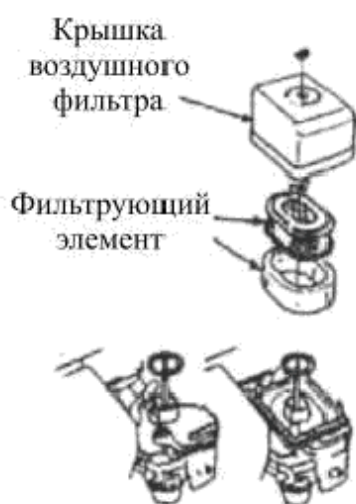

Рис.8
1. Двухэлементный тип фильтра (Рис.8)